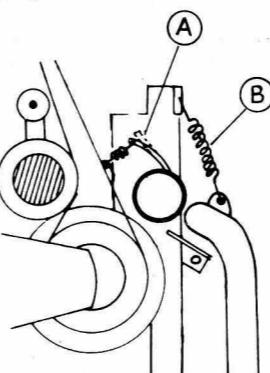

Fig. 39. Mekaniske justeringer
d) Bend armen (A) vist i fig. 39 for å øke fjærtrykket.
d) Kutt ca. 6 vindinger av fjæren (B) vist i fig. 39 for å øke fjærtrykket.